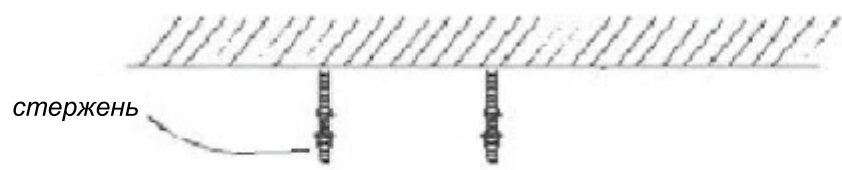
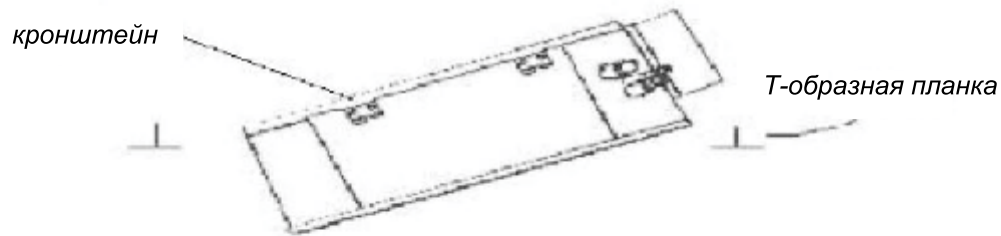

Рис. 10
Рис. 11
- Наклоните устройство (рис.10, рис.11, рис.13, рис.14) и вставьте его в отверстие в подвесном потолке. Вставьте стержни в разъем кронштейна. При минимальной высоте подвесного потолка (см. таблицу) может потребоваться временно удалить некоторые Т-образные скобы.